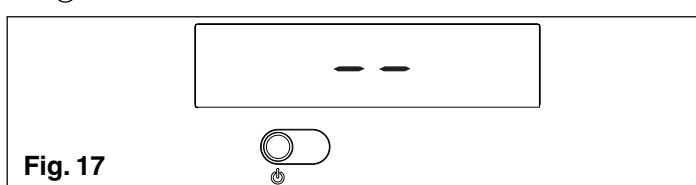
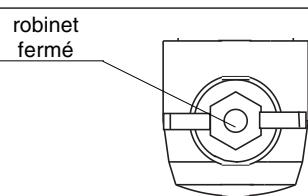

Fig. 17
Fig. 25
**⚠️** La chaudière se rallume dans l'état dans lequel se trouvait avant d'être éteinte: si la chaudière se trouvait en mode hiver confort lorsqu'elle a été éteinte, elle se rallume en mode hiver confort; si elle se trouvait dans l'état OFF, l'afficheur montre deux segments en son centre (fig. 17). Appuyez sur la touche pour activer le fonctionnement.
En cas de courtes absences, appuyez sur la touche pour éteindre la chaudière. Dans la zone centrale de l'afficheur apparaissent deux segments (fig. 17). De la sorte l'alimentation électrique et l'alimentation en combustible sont actives mais la chaudière est protégée par les systèmes:
En cas d'absence prolongée, appuyez sur la touche pour éteindre la chaudière (fig. 17). Dans la zone centrale de l'afficheur apparaissent deux segments. Placez l'interrupteur général de l'installation sur "éteint". Fermez le robinet de gaz placé sous la chaudière en faisant pivoter la poignée en sens horaire (fig. 25).